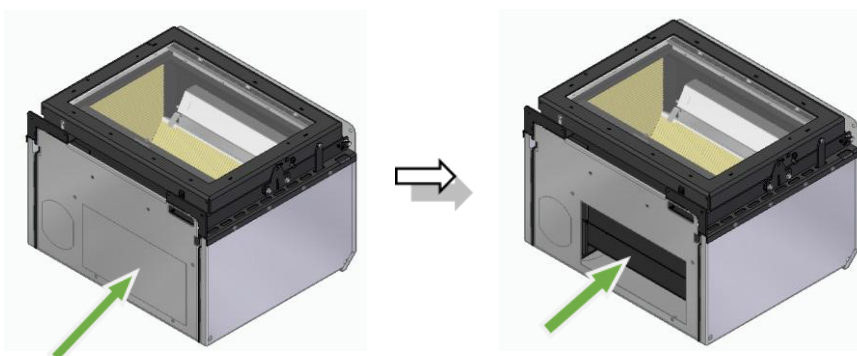

Figura 50 – Desmontaje de las microarticulaciones inferiores
a. En estos modelos, el kit de ventilación se coloca debajo de la unidad. Para acoplar el kit de ventilación opcional, primero debe romper las microjuntas de la parte inferior con un martillo, para poder acoplar el ventilador y los accesorios del kit de ventilación, véase la figura 50